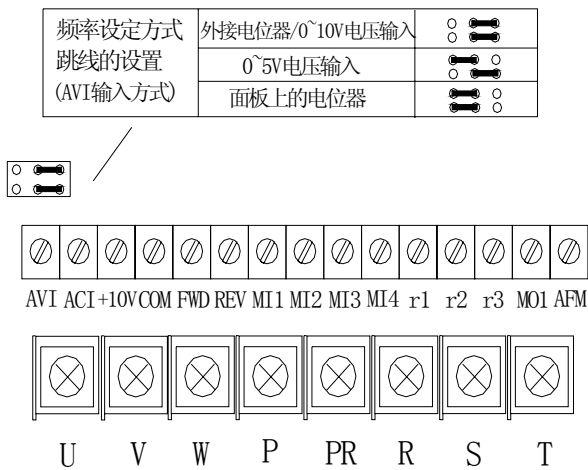
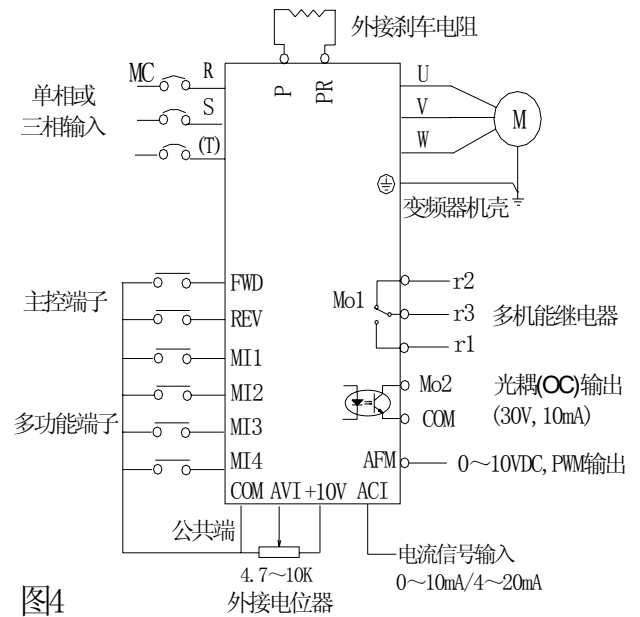

图3
图4
2. 接线 端子排列如图 3，图 4 为典型接线图。
3. 模拟输入信号 A V I 端子的方法见图 3 上角的说明。